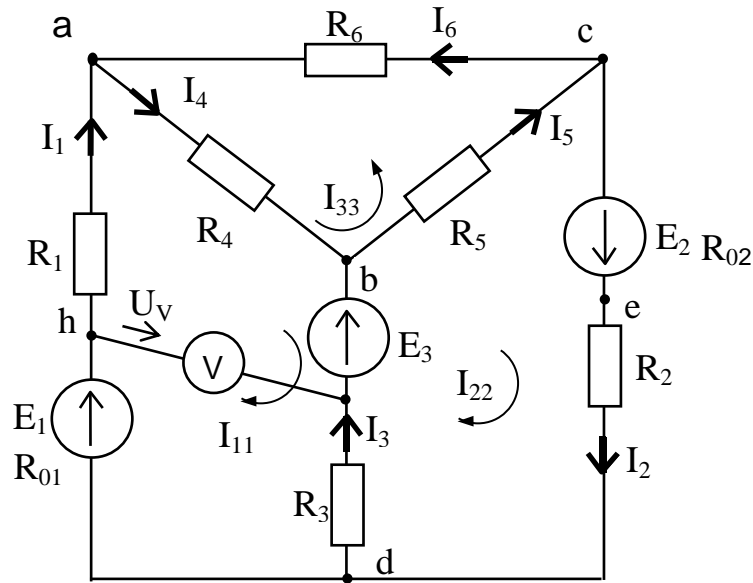

Рис. 1
1. В схеме, изображенной на рис. 1 количество узлов $n=4$ (a, b, c, d), количество ветвей $m=6$ (ab, bc, ac, cd, bd, da).
Покажем на рис. 1 контурные токи I_{11}, I_{22}, I_{33} . Выразим действительные токи через контурные: $I_1=I_{11}$, $I_2=I_{11}$, $I_3=I_{22} - I_{11}$, $I_4=I_{11}+I_{33}$, $I_5=I_{22}+I_{33}$, $I_6=I_{33}$ и подставим в (2), получим: